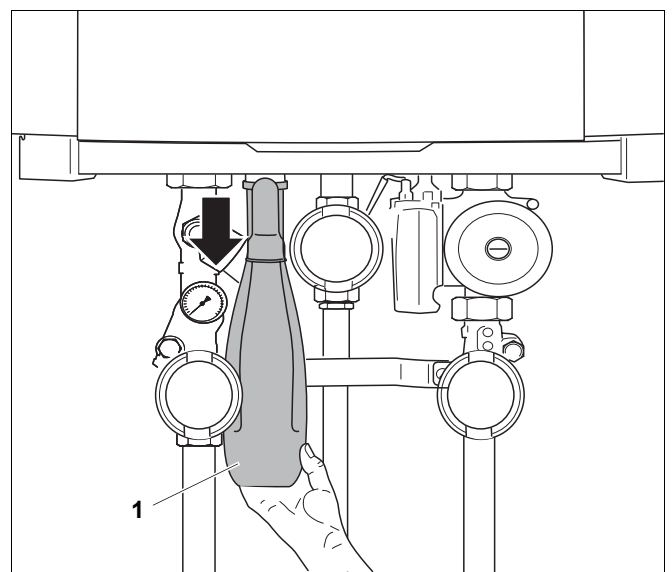

Fig. 118 Desfaceți sifonul din grupul de racord
- Desfaceți sifonul de la cuplare și acoateți-l afară (Fig. 118, **Poz. 1**).